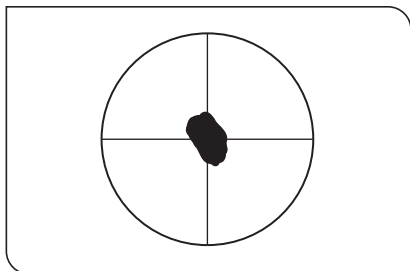

Fig. 2-1
5. Gire el mando del compensador y confirme que la porción medida en el centro de la muestra sea oscura tal y como muestra la Fig. 2-1 (Nota). En caso de que no sea oscura, gire la platina  $-90^\circ$  y fíjela.